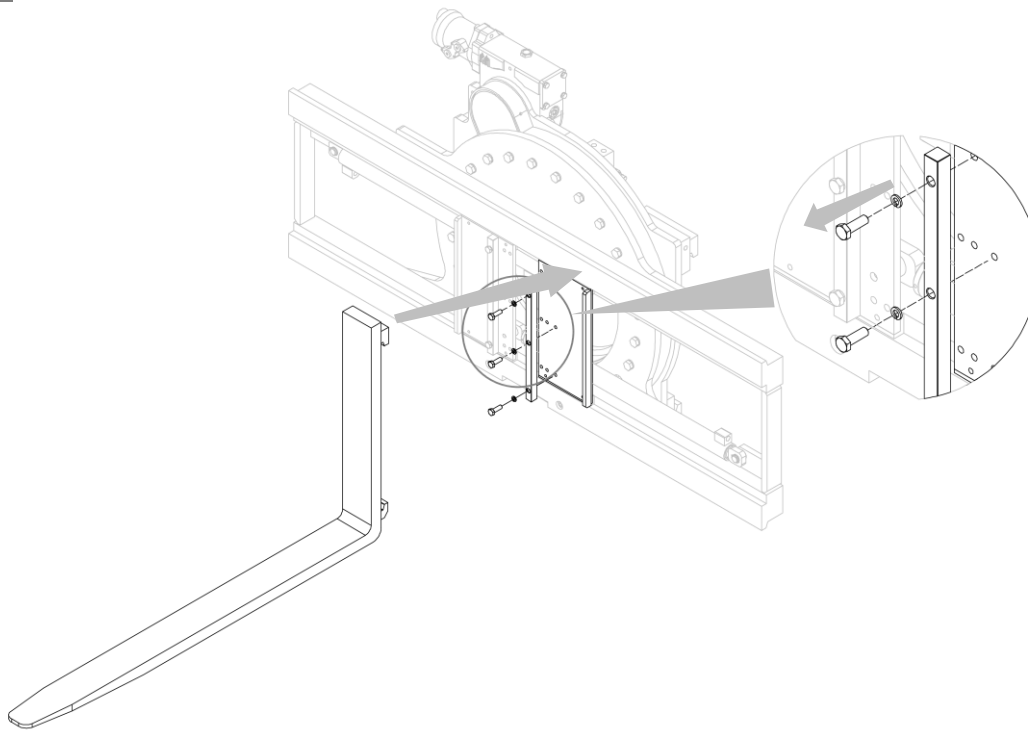

Figura 15
1. Applicare le forche dopo aver svitato i fermi forca (vedi *Figura 15*); in base alla larghezza delle forche utilizzare i fori più opportuni.